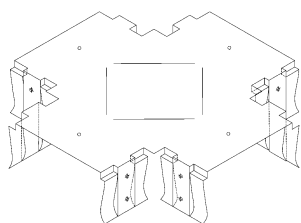
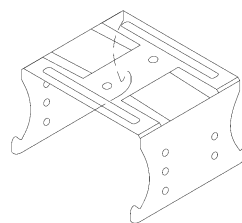

Рис. 2
Рис. 3
5. Смонтировать потолочные профили ПП 60x27 в продольном направлении помещения. Соединить профили используя одноуровневые (рис. 2) или двухуровневые (рис.3) соединители.